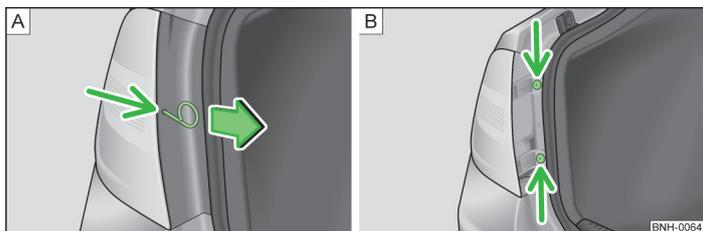

Fig. 133 Démontage du cache de la lampe/démontage de la lampe
- Insérez l'étrier servant au retrait des enjoliveurs intégraux de roue » page 149, *Outils de bord* dans l'orifice à l'emplacement désigné par la flèche » fig. 133 - **A**.
- Dévissez la lampe à l'aide du tournevis faisant partie de l'outillage de bord » fig. 133 - **B**.